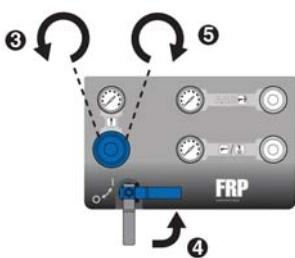

Рис. 18
- Поверните регулятор давления подачи главного воздухопровода до упора против часовой стрелки, чтобы снять давление и установить регулятор в нулевое положение. См. Рис. 18.
- Откройте шаровой клапан главного воздухопровода. См. Рис. 18.
- Медленно поворачивайте регулятор главного воздухопровода по часовой стрелке, пока насос не запустится и не начнет переключение. Давление ни в коем случае не должно превысить 0,14 МПа (20 фунтов на кв. дюйм, 1,4 бар). См. Рис. 18.